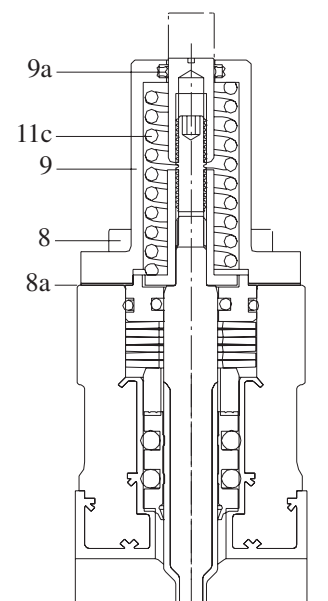
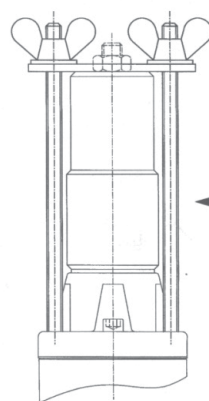

Figure 14
Figure 13.1
4. Retirer les deux vis à tête creuse (8) opposées pour les remplacer par les deux tiges filetées de l'appareil de tension du ressort du kit d'outils SV-W3.
5. Placer les plaques à deux trous sur les tiges filetées puis les rondelles. Fixer le tout avec les écrous à oreilles comme indiqué dans la Fig. 13.1/14.1.
8. Retirer le capot (9) et le joint (8a) du corps du robinet.
9. Sur les modèles d'adaptateur à baïonnette uniquement : enlever et remplacer la garniture (9a) (voir la Fig. 14.).